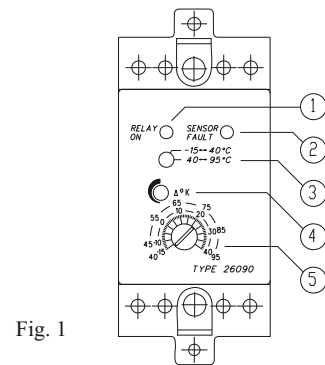

Fig. 1
Termostatens reläkontakt växlar när temperaturen vid givaren sjunker under inställt värde. Indikeras av LED ①. När temperaturen uppnår inställt värde slocknar LED. Se fig 1.